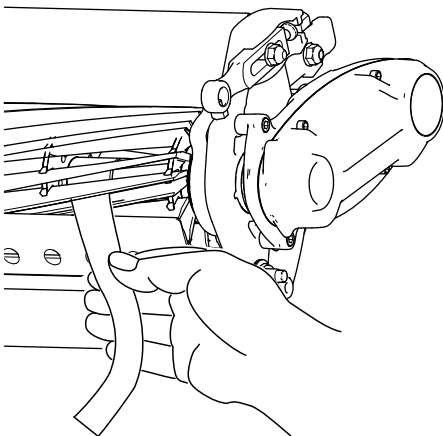

图 6
- B. 在滚刀与底刀之间插入一长条剪切性能纸Toro 零件号 125-5610 纸要与底刀垂直 图 6 然后缓慢向前旋转滚刀此操作应能切断性能纸如果不能请重复步骤 A 和 B 直至切断为止。
11. 在滚刀与底刀之间插入一长条剪切性能纸 Toro 零件号 125-5610 纸要与底刀垂直 图 6 然后缓慢向前旋转滚刀此操作应能切断性能纸如果不能将每个底刀架调节螺丝都顺时针旋转 1 格直至切断为止。